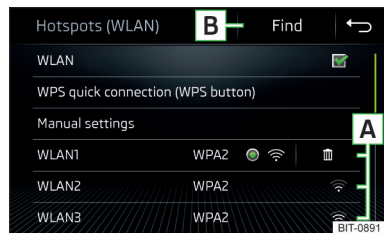

Fig. 173
În zona **A** » fig. 173 se afișează o listă a hotspoturilor disponibile sau care au fost conectate anterior.
**Simbolurile și suprafețele de comandă funcții din lista hotspoturilor disponibile **A** » fig. 173**